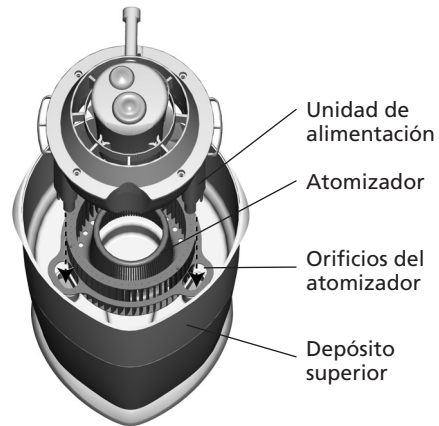

Figura 18
- Coloque la unidad de alimentación en el depósito superior de tal manera que los tres dientes de la unidad de alimentación pasen a través de los tres orificios del atomizador y de los tres dientes de la base del depósito superior. Asegúrese de que la unidad de alimentación esté colocada correctamente y que los tres dientes estén en la posición correcta. Vea la figura 18.